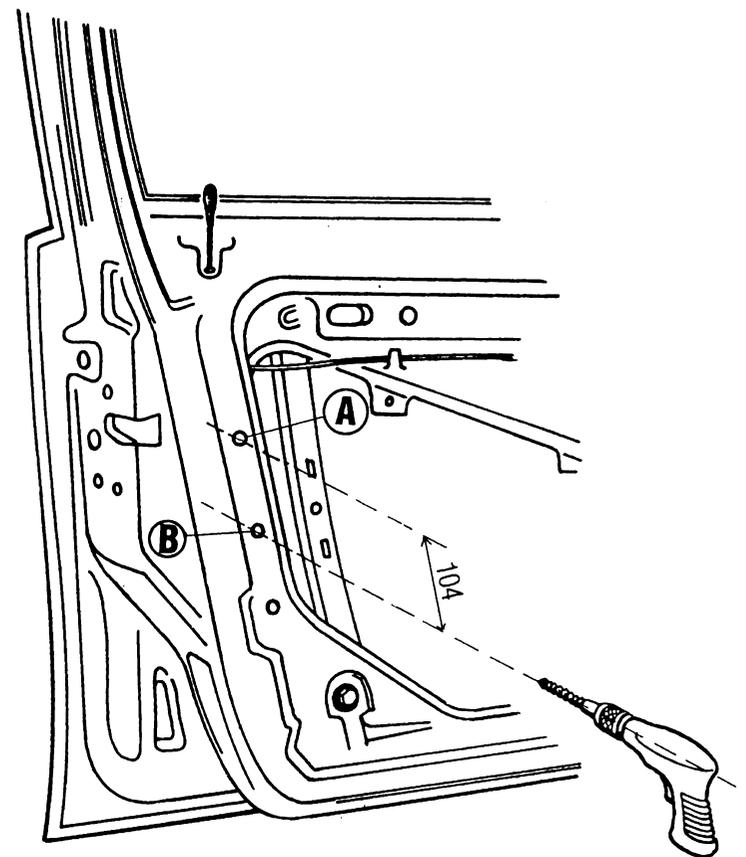

Bild 2
- Gemäß Bild 2 messen sie 104 mm von der Originalöffnung A und bohren die Öffnung B mit einem Durchmesser von 6 mm.